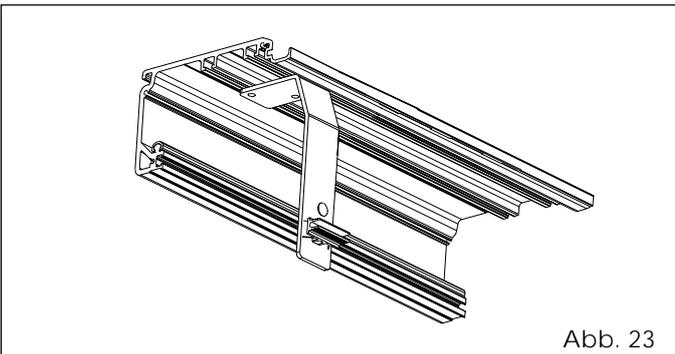

Abb. 23
- Einen Bügel zur Befestigung der Schutzabdeckung mit Hilfe der mitgelieferten Schrauben und Plättchen am Ende des Querträgers an der entgegengesetzten Seite des Motors befestigen (Abb. 23).